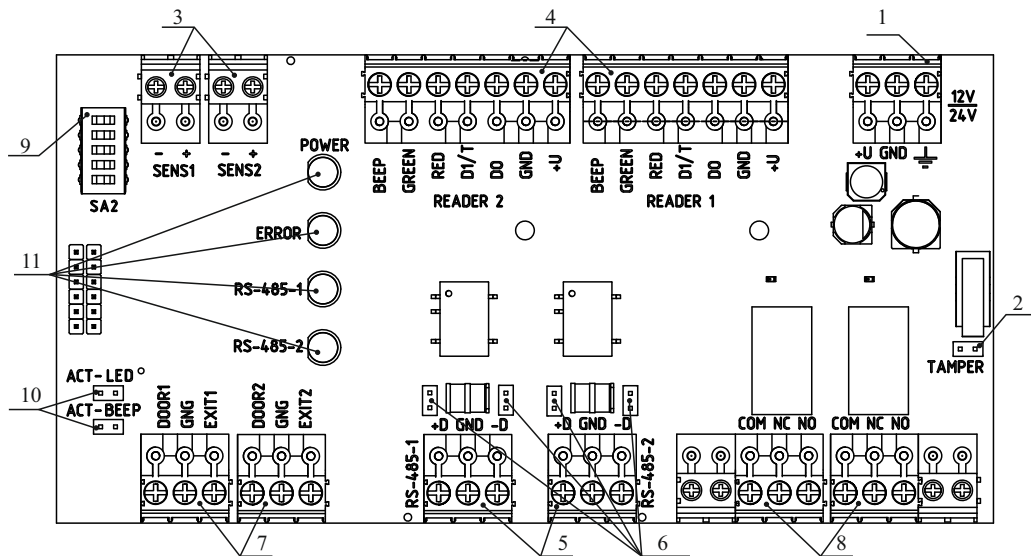

Рисунок 4 – Плата модуля
- 5.4 На модуле внешних подключений (рисунок 4) расположены: